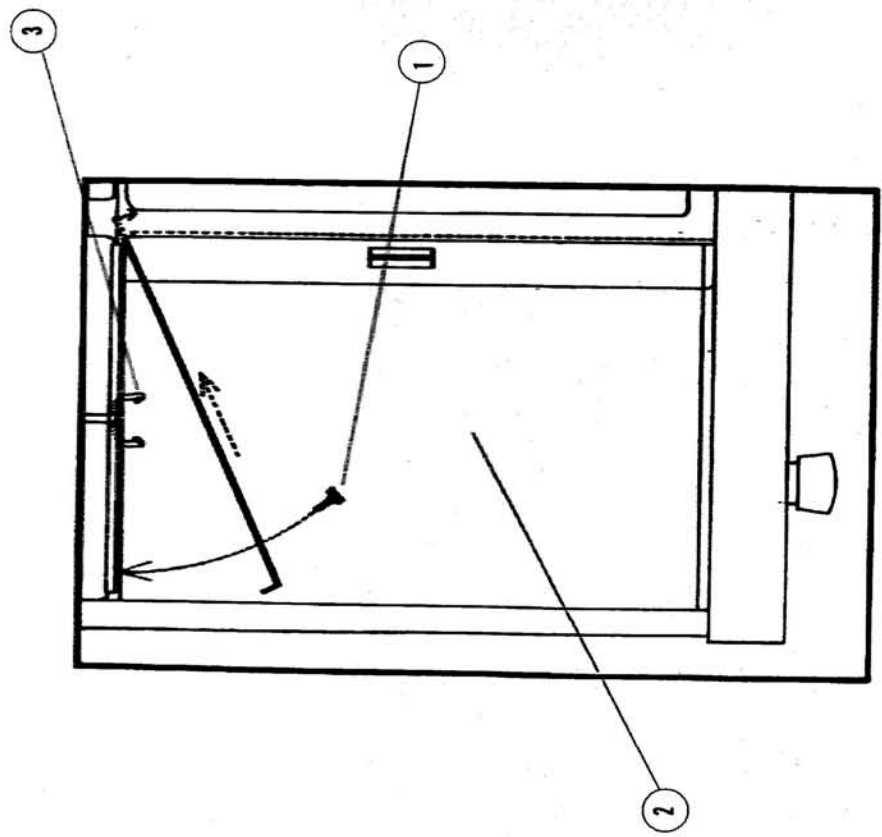

Fig.1
- 2- Quitar la tapa superior de la balanza, desatornillar los dos tornillos grafilados de la tapa superior de la cámara de pesada 1(Fig.1) y extraer dicha tapa.
- 3- A continuación, con sumo cuidado se saca la goma espuma protectora de las pesas tirando hacia abajo y seguidamente - **ATENCIÓN** - el protector del gancho o macarrón rojo 3(Fig. 1).
- 10- Observar que todos los pesos, anulares y montados estén correctamente colocados y que dirigidos por los correspondientes mandos numerados, no se toquen entre sí y a la vez entren perfectamente en sus asientos. Volver a colocar la tapa superior de la cámara con los dos tornillos (Fig.1).